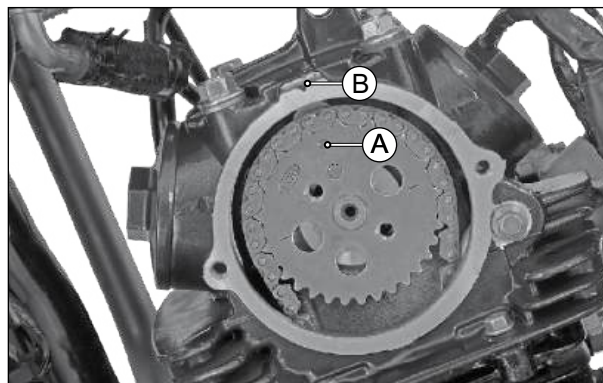

Fig. 3.81
- Instale a engrenagem da árvore do comando junto com a corrente de distribuição, enquanto alinha a marca na engrenagem da árvore do comando (A) com a marca no cabeçote (B). (Fig. 3.81)
Lembre-se de que a engrenagem da árvore do comando também é comum com outros modelos e possui várias marcações. Ao instalar a engrenagem na motocicleta MOTTU Sport, apenas a marca (A) deve estar alinhada com a marca (B) no cabeçote. (Fig. 3.81)